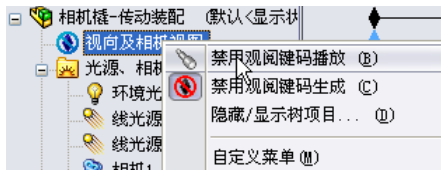

图 13-62 右键快捷菜单
③ 在 MotionManager 设计树的视图及相机视图上单击鼠标右键，在弹出的快捷菜单中选择“禁用观阅键码播放”，如图 13-62 所示。